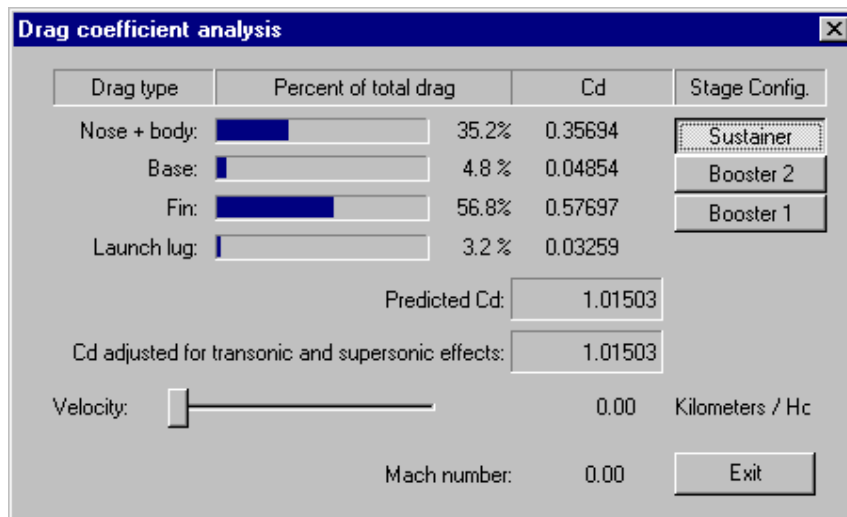

Figura 2.  $C_D$  do exemplo 1 do minifoguete Sondinha II.
4) Para obter o  $C_D$  do exemplo 1 do minifoguete Sondinha II, executar no menu principal: Rocket, Cd analysis... Surgirá a janela “Drag coefficient analysis, mostrada na Figura 2, contendo o  $C_D$  numérico e percentual de cada parte do minifoguete, e o  $C_D$  total em função da velocidade do minifoguete. A velocidade é apresentada em km/h, conforme especificado no tutorial 1; esta unidade pode ser alterada. Também é mostrado o número de Mach correspondente ao valor da velocidade. Pode-se observar que: o  $C_D$  total é 1.01503 para velocidade = 0, isto é, numa velocidade muito baixa; o  $C_D$  total é 0.95864 para velocidade = 100 km/h; o  $C_D$  total é 1.01011, 0.91833 e 0.89877 para as velocidades = 50, 200 e 300 km/h, respectivamente. Em todos estas velocidades, mais de 50% do  $C_D$  total deve-se às empenas.